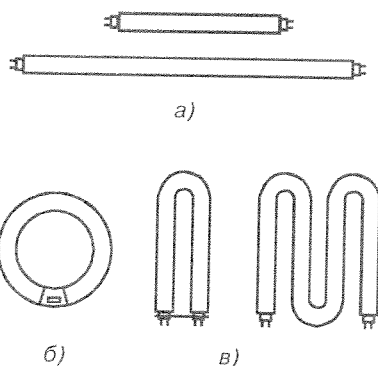

Рис. 14.5. Люминесцентные лампы
Световой поток после 70% средней продолжительности горения снижается до 70% среднего номинального потока. Наиболее долго лампы служат при комнатной температуре и номинальном напряжении. Повышение и понижение напряжения снижают срок службы, но к повышениям напряжения люминесцентные лампы значительно менее чувствительны, чем лампы накаливания. Люминесцентные лампы показаны на рис. 14.5.
- прямыми (рис. 14.5.а);
- кольцевыми (рис. 14.5.б);
- U-образными (рис. 14.5.в).
Эти названия нашли отражение в старых обозначениях светильников для люминесцентных ламп. В настоящее время все лампы, кроме прямых, называют фигурными (рис. 14.5.б, в).